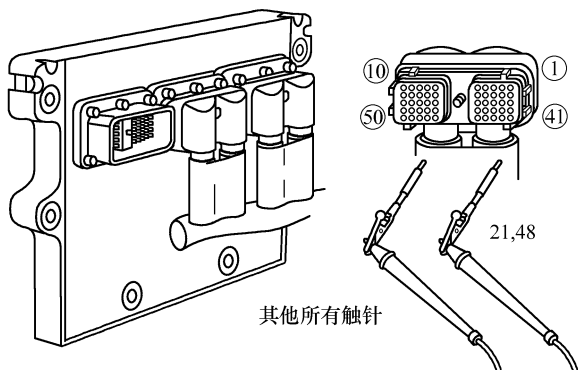

图 3-23 分别测量触针 21、48 与插头中其他所有触针之间的电阻
① 断开钥匙开关，将 OEM 线束与远程油门位置传感器断开，从 ECM 上断开 OEM 线束插头、断开蓄电池负极搭铁线。
② 分别测量触针 21、48 与 OEM 线束插头中其他所有触针之间的电阻(图 3-23)，均应大于 $100\text{k}\Omega$ 。若不合格，维修或更换 OEM 线束。